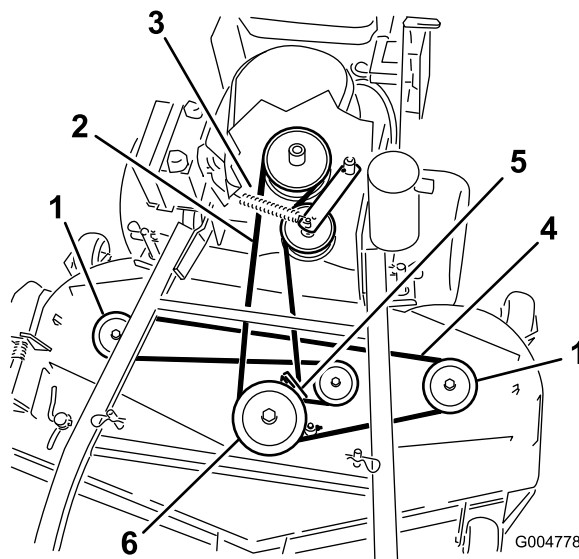

Figura 60
6. Desconecte el muelle del brazo tensor para aliviar la tensión de dicho brazo y de la polea tensora; retire la correa del cortacésped desgastada (Figura 60).
7. Instale la nueva correa del cortacésped alrededor de las dos poleas de eje exteriores, la polea tensora y en la ranura inferior de la polea de eje doble (Figura 60).
8. Conecte el muelle al brazo tensor (Figura 60).
10. Ajuste la guía a 3 mm (1/8 pulg.) de la correa (Figura 60).